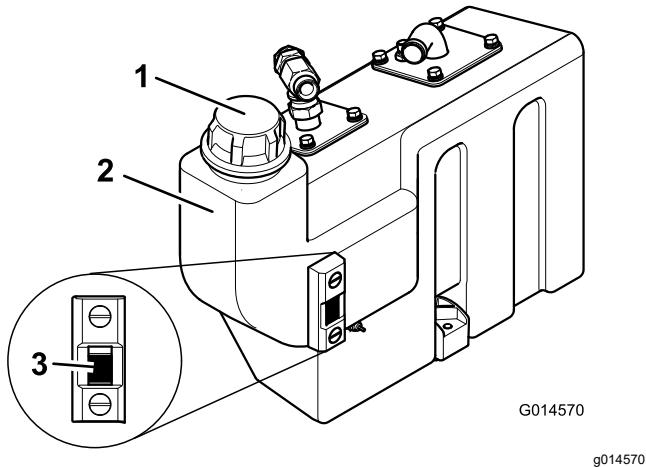

Figura 75
3. Si es necesario añadir fluido hidráulico, limpie la zona alrededor del cuello de llenado y el tapón del depósito hidráulico (Figura 75) y retire el tapón.